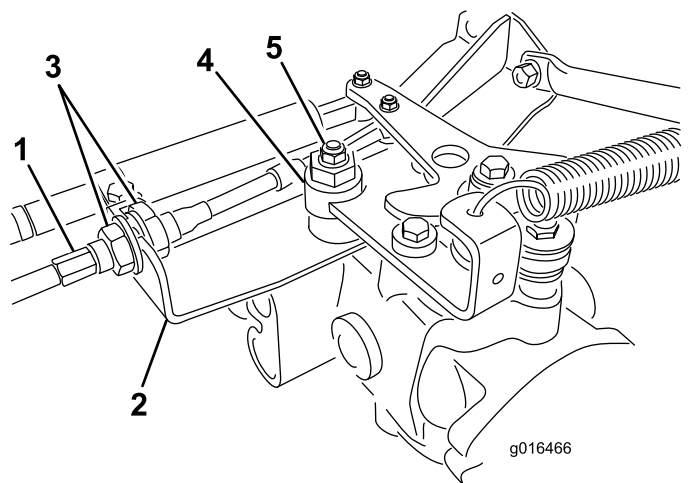

Figura 41
- A. Liberte as porcas de bloqueio que fixam o cabo de controlo de tração ao anteparo do hidrôstato (Figura 41). Certifique-se de que as porcas de bloqueio se encontram soltas de forma idêntica e o suficiente, de modo a permitir a operação de ajuste.
Nota: Liberte a porca que fixa o disco excêntrico ao cimo do hidrôstato (Figura 41).
- E. Quando a roda deixar de rodar, aperte a porca, bloqueando deste modo o disco excêntrico e fixando a posição de ajuste (Figura 41).
- G. Aperte uniformemente as porcas que se encontram em cada um dos lados do anteparo, fixando deste modo o cabo de tração ao anteparo (Figura 41). Não rode o cabo.